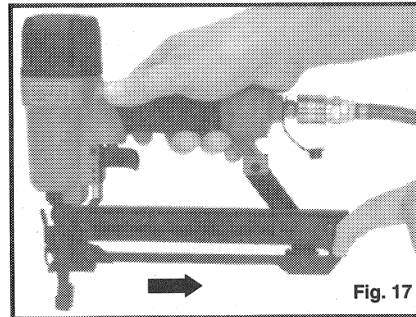

Fig. 17
2. Tirez vers l'arrière le poussoir d'agrafes (voir Fig. 17) et permettez-lui de se verrouiller en position ouverte.